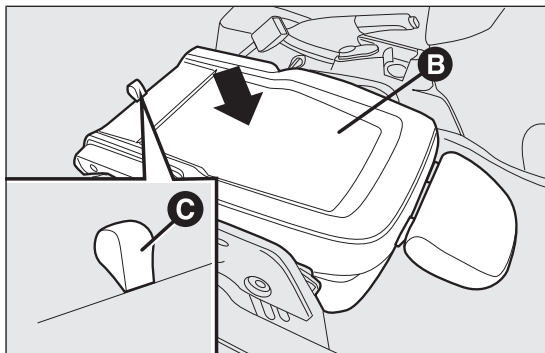

fig. 19
- ☐ actuar a continuación en el respaldo B fig. 19 pulsando hacia abajo: de esta manera, el asiento está completamente abatido sobre sí mismo en la posición “de mesa”;
- ☐ tirar de la lengüeta C fig. 19 y volver a empujar el respaldo hacia abajo: de esta manera, el asiento está completamente abatido.
- ☐ sujetar la lengüeta C fig. 19 y levantar el respaldo;